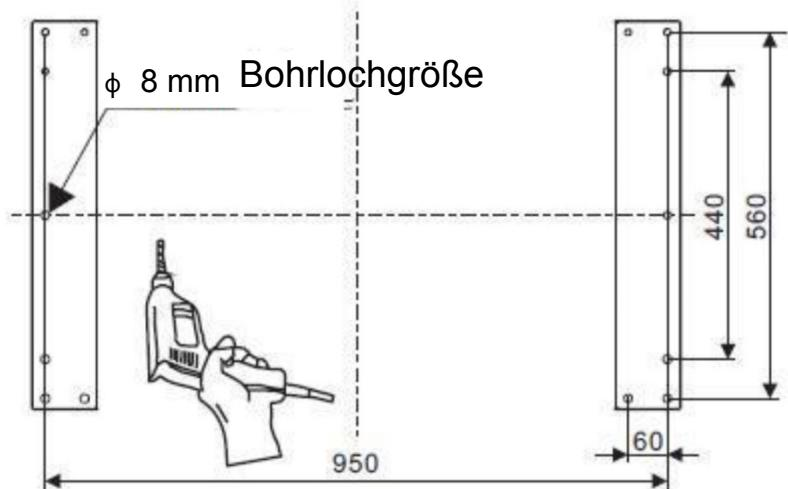

Abb.2
3. Halten Sie das Aufhängeblech an die Decke und markieren Sie die Bohrlöcher (siehe Abb. 2). Bohren Sie 14 Löcher mit einem Durchmesser von 8 mm in die Decke. Die zwei Aufhängebleche sollten mit 14 Dehnschrauben (oder mit 14 Blechschräuben T6 x40MM und Dübeln) sicher an der Decke befestigt werden. Siehe Abb. 3